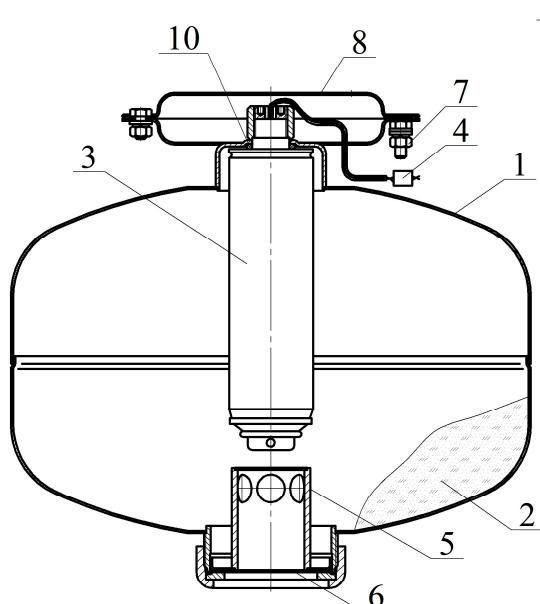
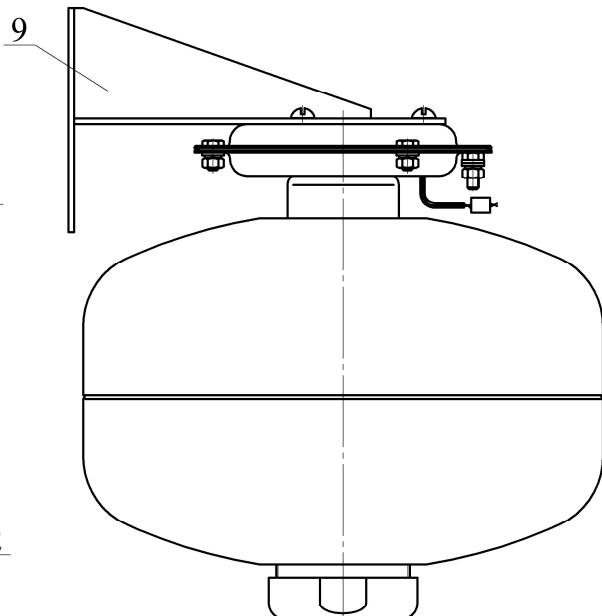

Рисунок 1
Рисунок 2
4.1.1 МПП (см. рисунки 1 и 2) состоит из корпуса **1**, в котором размещаются огнетушащий порошок (ОП) **2** и источник холодного газа (ИХГ) **3** с элементом электропусковым **4**. В нижней части корпуса находится насадок-распылитель **5**, выходное отверстие которого перекрыто мембраной **6**. Модуль имеет заземляющий зажим **7**. В верхней части МПП снабжён кронштейном **8** для крепления к потолочному перекрытию (рисунок 1) или кронштейном **9** для крепления к стене (рисунок 2).
6.2 Закрепить кронштейн 8 (см. рисунок 1) на потолке или кронштейн 9 (см. рисунок 2) на стене. Координаты отверстий в кронштейне, предназначенном для крепления МПП на потолке, приведены на рисунке 3а), на стене – на рисунке 3б).
7.3 Комплект поставки для перезарядки МПП (см. рисунок 1):